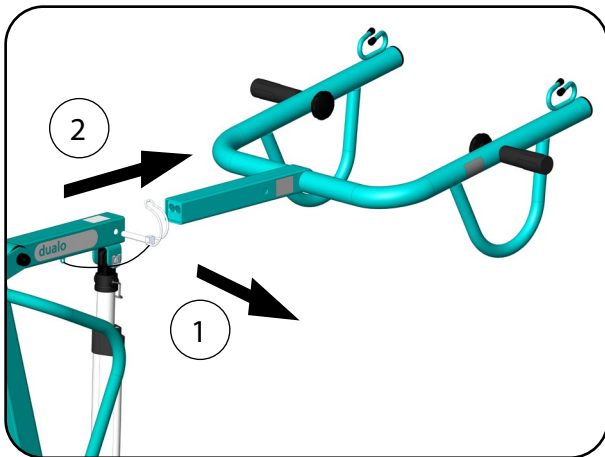

Abb. 8.9.01 - Hebearm aktiv smart entfernen
1. Entfernen Sie den Rohrklappstecker aus der Hebearmaufnahme (Abb. 8.9.01).
2. Ziehen Sie den Hebearm aktiv aus der Hebearmaufnahme heraus und legen Sie ihn zur Seite (Abb. 8.9.01).